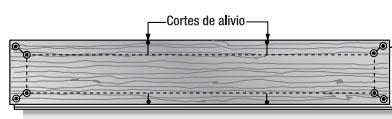

Fig. 8
2. Marque la tabla dañada 1-1/2" (3.8 cm) desde los extremos y los lados. Perfore agujeros de 3/16" (4.7 mm) en las esquinas y en los cortes de alivio (Fig. 8).